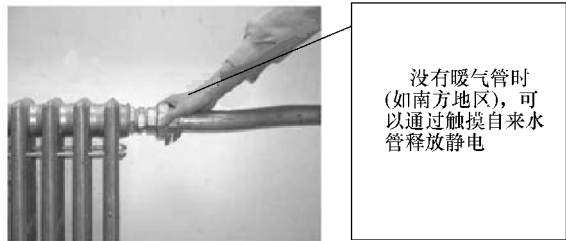

图 5-32 释放人体静电示意图
- 5) 上门维修没有防静电工作台,应用手接触暖气或自来水管,来释放人体所带的静电,如图 5-32 所示。